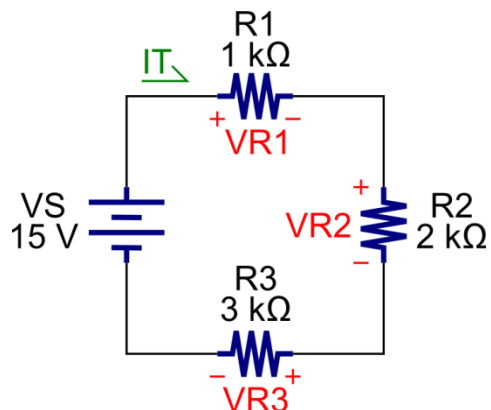

Figura 1. Circuito para la comprobación del divisor de tensión.
2. Calcule la tensión que cae en las resistencias del circuito de la Figura 1, utilizando la ecuación del divisor de tensión (no utilice la Ley de Ohm) y complete los datos teóricos de la Tabla 1.
1. Construya el circuito de medición de la Figura 1.